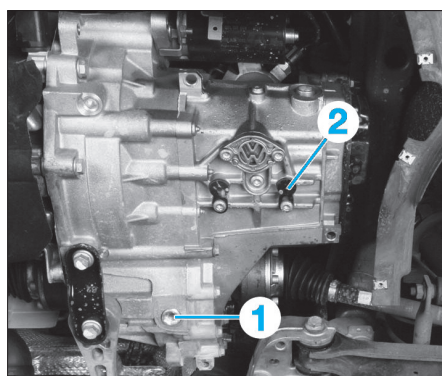

Fig. 1
- Déposer la vis de vidange (1) et le pivot de palier (2) (Fig.1).